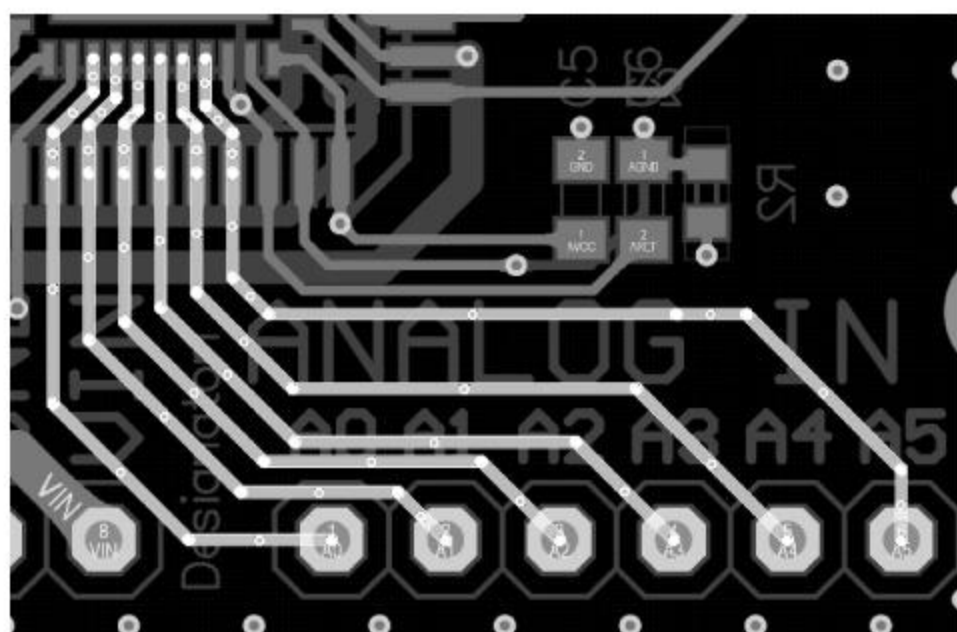

图 5-40 选中需要优化的走线
(1) 先选择一部分要优化的线路,按 Tab 键,这时会选中全部对应的网络,如图 5-40 所示。